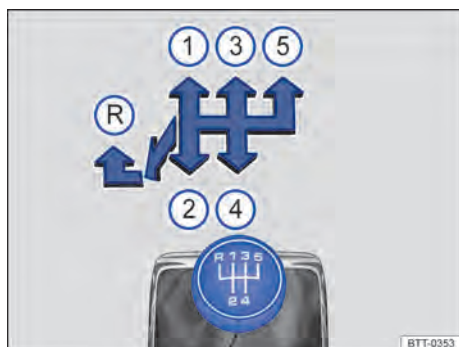

Fig. 132 Esquema de troca de marchas da transmissão manual de 5 marchas.
As posições de cada marcha estão representadas na alavanca da transmissão $\Rightarrow$ Fig. 132 ou $\Rightarrow$ Fig. 133.
- Empurrar a alavanca da transmissão totalmente para a esquerda e depois para frente até a posição da marcha à ré $\Rightarrow$ Fig. 132 (R) ou $\Rightarrow$ Fig. 133 (R).